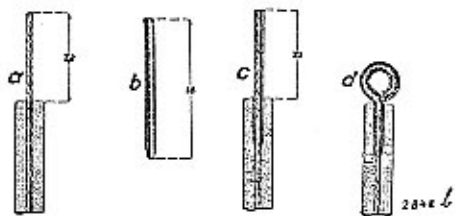

Bild 16
Die Kabel werden an der Verteilerscheibe durch Untorklemmen unter die Anschlußschrauben befestigt. Hierzu werden vorteilhaft Kabelröhrchen (Bild 16) benutzt.
1. Kabelseele auf etwa 22 mm freiliegen (Bild 16 a).
2. Ein 35 mm langes, auf einer Seite angeschärftes und mit etwas Talg eingefettetes Messingröhrchen (Bild 16 b) mit dem angeschärften Teil voraus über die Kabelseele schieben, bis es noch 22 mm vorsteht (Bild 16 c).
3. Ringöse anbiegen (Bild 16 d) und unter die Schrauben auf der Verteilerscheibe klemmen. Es ist darauf zu achten, daß die Gummi-Umhüllung des Kabels bis dicht an die Ringöse heranreicht, wie dies Bild 16 d zeigt.
1. Ringöse. Die Herstellung der Ringöse ist auf Seite 10 (Bild 16) beschrieben.